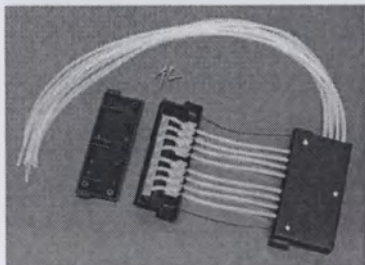

Рисунок 5-24. Снятие плоской крышки нижней части кассеты для диспенсирования
2. Отсоедините четыре винта крышки нижней части кассеты (рисунок 5-24).